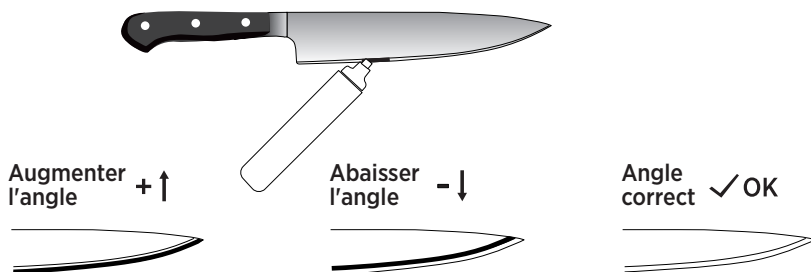

Fig. 11
Appliquez un marqueur sur le tranchant. Ajustez la barre de support vers le haut ou vers le bas si nécessaire et aiguissez doucement le tranchant. Lorsque le marqueur est complètement enlevé, révélant un tranchant net (Voir Fig. 11), la valeur de l'angle sur l'échelle (A ou B) indique l'angle de meulage correct.
3. Tournez le bouton de verrouillage de l'angle pour déplacer la barre de support vers le haut ou vers le bas si nécessaire et aiguissez doucement le tranchant. Lorsque le marqueur sur la lame est complètement enlevé, il révèle un tranchant net (Voir Fig. 11).